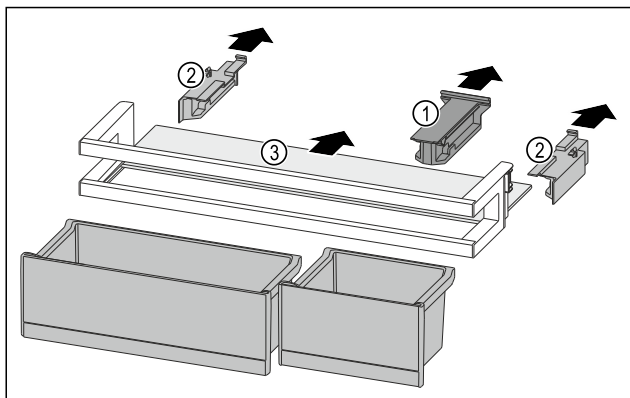

Fig. 275
- Držák Fig. 275 (1) stáhněte.
- Boční díly Fig. 275 (2) stáhněte.
- Odkládací plochu Fig. 275 (3) odeberte.